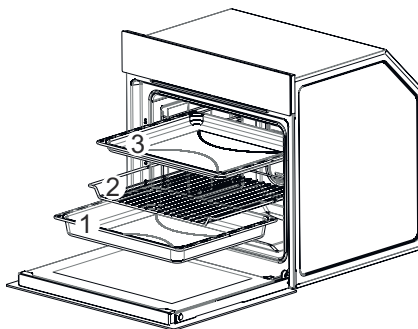

Fig. 22
- Remova os tabuleiros e a grelha respectivamente (1-2-3 / Fig. 22).